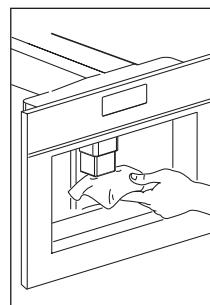

Рис. 36
- Регулярно очищайте кранники губкой (Рис. 36).